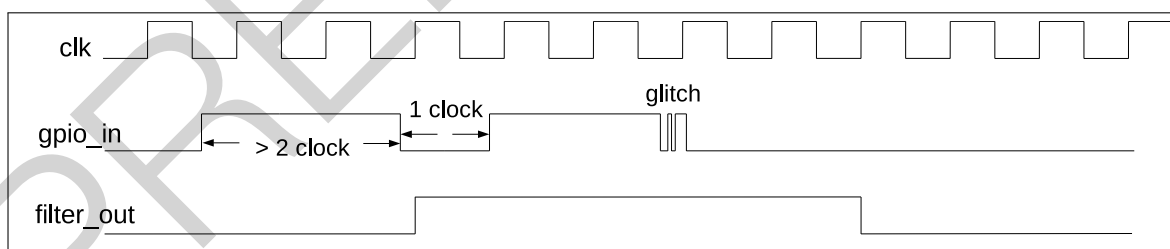

图 5-5. GPIO 输入信号滤波时序图
2. 可选：置位 `IO_MUX_GPIO n _FILTER_EN` 使能 GPIO 管脚的输入信号滤波功能，如图 5-5 所示。只有当输入信号的有效宽度大于两个时钟周期时，输入信号才会被采样。否则，输入信号将会被滤掉。